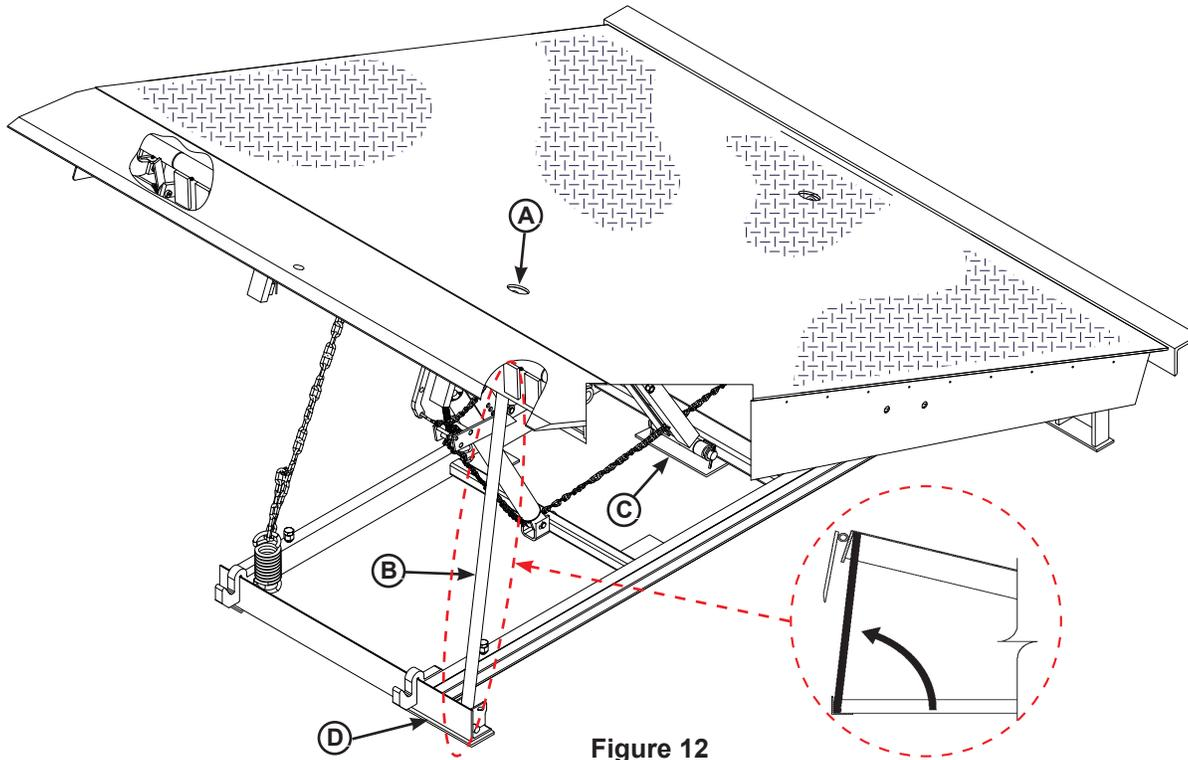
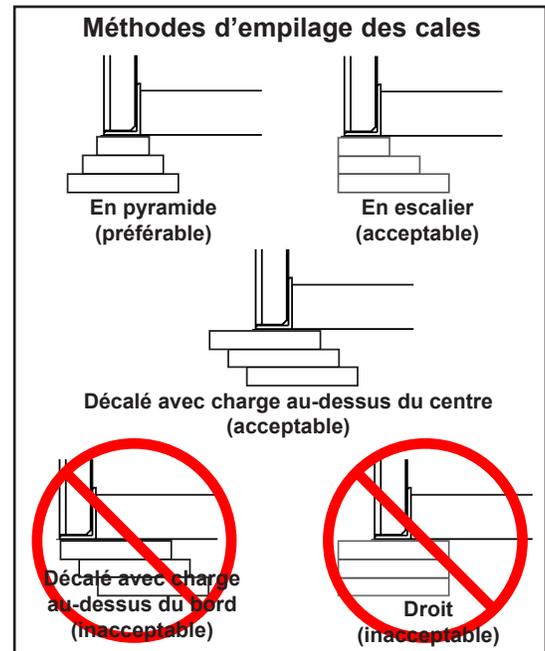

Figure 12
Figure 13
21. Caler et souder la béquille d'entretien (Figure 12) :
a. Placer des cales sous la béquille d'entretien (B) à l'endroit où elle s'attache au bâti du niveleur. S'assurer que la béquille est solidement calée.
b. Relever la béquille d'entretien (B) jusqu'en position de service (verticale) et la verrouiller dans cette position à l'aide d'un moyen de verrouillage homologué par l'OSHA.
22. Placer des cales sous le bras de levage (C, Figure 12) par une méthode de calage acceptable (voir Figure 13). Le pivot du bras de levage doit être solidement calé sur toute sa longueur. S'assurer que le pivot du bras de levage est de niveau latéralement.